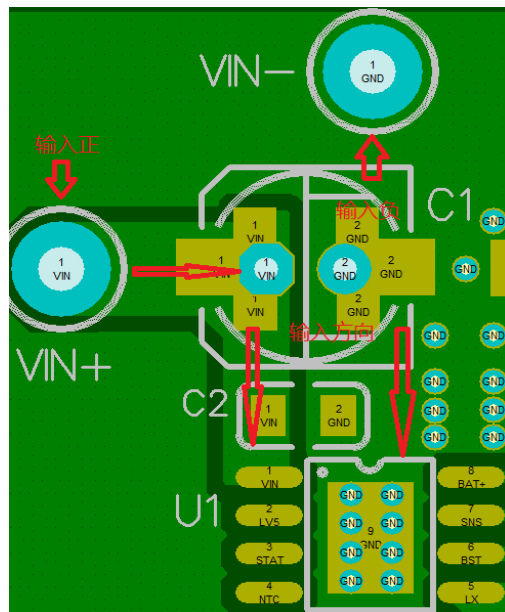

图 1
- 1、输入正负极走线尽量先经过输入大小两个电容，分别再到芯片的第一脚和底盘地，放置在输入大电流回路。如下图 1 所示：